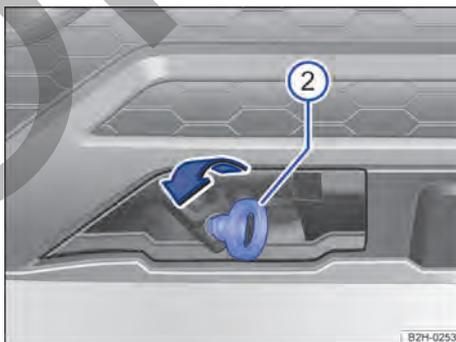

Fig. 165 En el lado derecho del paragolpes delantero: enroscar el gancho para remolque.
- Enrosque el gancho para remolque en el alojamiento girándolo al máximo **en el sentido contrario al de las agujas del reloj** → Fig. 165 ②.
- Utilice un objeto adecuado con el que pueda enroscar completa y fijamente el gancho para remolque en su alojamiento → ①.